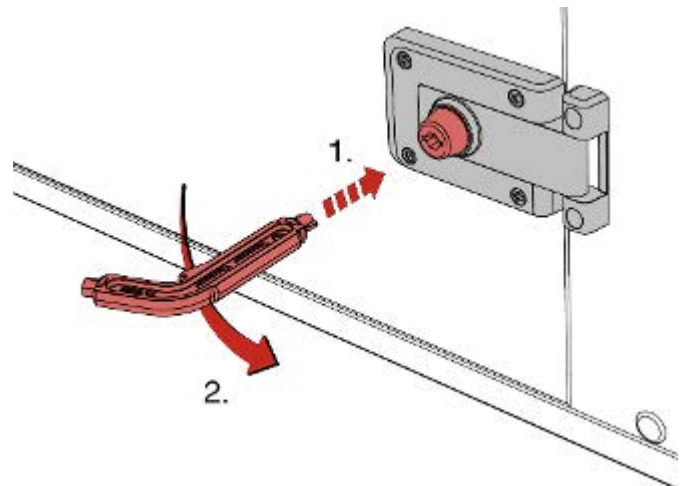

Fig. 12: Abrir la cerradura
- ▶ Gire la llave o la palanca de mando 90° en sentido contrario a las agujas del reloj ( Fig. 12 ).